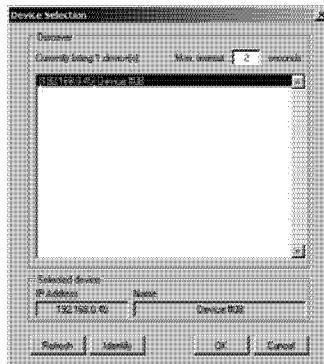

Рис. 19. Программа конфигурирования — окно выбора устройства
5. В этом окне будут перечислены найденные приборы с указанием их IP-адресов (см. рис. 19). Выбрать в списке прибор и нажать OK.